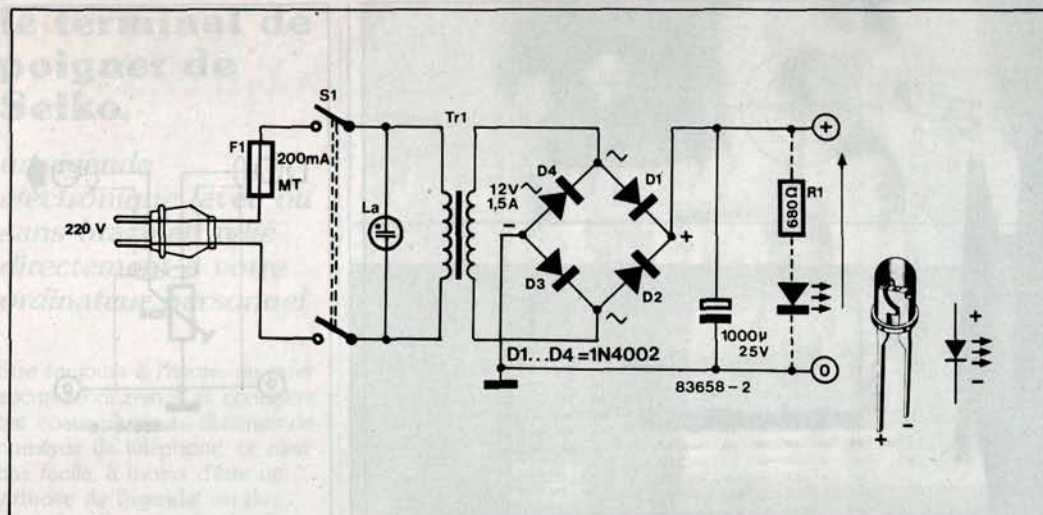

Figure 3 - Alimentation de secteur très simple à construire. Elle est nécessaire si on utilise l'amplificateur d'une façon autonome.
En électronique, on trouve souvent une diode en parallèle sur les bobines. Ce sont des diodes de protection ou diodes d'étouffement. Elles sont absolument nécessaires chaque fois que l'on commande un relais (Re) (qui est n'est rien de plus qu'une bobine qui commande un contact) à l'aide d'un transistor (T) comme le montre la **figure 3**,
Figure 3 - Le transistor de commande T doit être protégé de la haute tension qui apparaît aux bornes de la bobine du relais. Pour ce faire, une diode de protection doit être montée en parallèle sur la bobine.
L'alimentation de cet amplificateur ne pose réellement aucun problème si on l'utilise comme ampli de sortie du poste de radio d'une voiture. Désormais, la tension de bord est de 12 V sur tous les véhicules. L'emploi autonome de cet amplificateur n'est pas concevable sans une alimentation par le secteur (figure 3), très simple d'ailleurs.